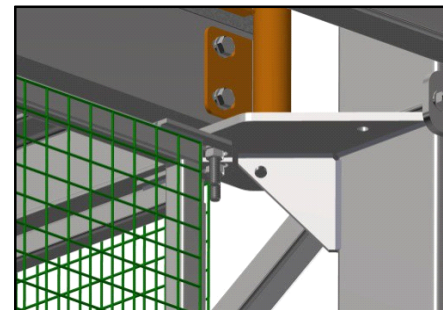

рис. 15
2. На опорные площадки нижней обвязки снизу на болты крепления нижней обвязки навешиваются элементы зоны хранения (рис. 15, 16).